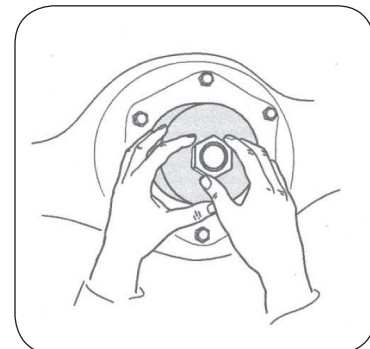

Figure 1
5. With clean hands, lightly lubricate the seal ID and OD, position SKF unitized pinion seal into pinion seal bore. Place the SKF universal pinion seal installation tool PT6000 over the seal. Use the pinion nut washer if available and hand tighten pinion nut until the tool rests against the seal. See Figure 1.
5. En s'assurant d'avoir les mains propres, graisser légèrement les diamètres interne et externe du joint, positionner le joint de pignon unitisé SKF dans l'alésage de joint de pignon. Placer l'outil de montage de joint de pignon Universel PT6000 sur le joint. Utiliser la rondelle d'écrou de pignon si elle est disponible et serrer l'écrou de pignon jusqu'à ce que l'outil repose contre le joint. Voir Figure 1.